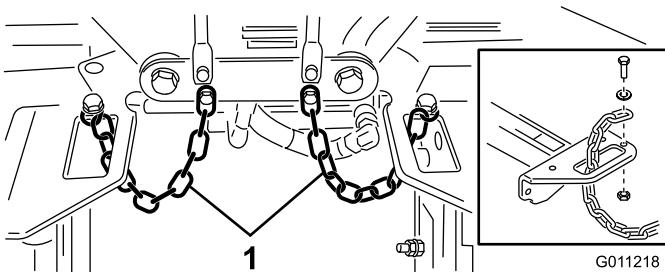

図19
- 各キャリア・フレームのスロットにチッパー・チェーンを下から上に通し、これらのチェーンをキャリア・フレームの上に固定する（キャップスクリュ、ワッシャ、ロックナットを使用）（図19）。